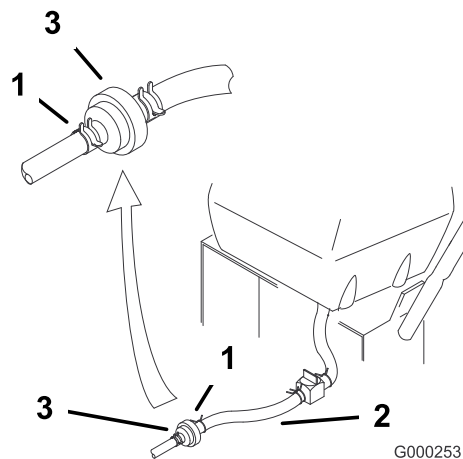

Figure 32
4. Pincez les extrémités des colliers et faites-les glisser pour les éloigner du filtre (Figure 32).